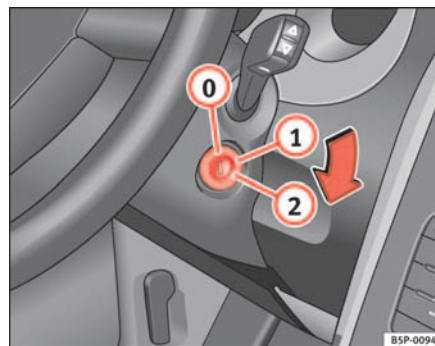

Fig. 131 Posiciones de la llave de contacto
En esta posición ⇒ fig. 131 el encendido y el motor están desconectados pudiéndose bloquear la dirección.
- Gire la llave de contacto hasta la posición ⇒ **página 170, fig. 131 ①**. El testigo  se encenderá en caso de precalentamiento del motor.
- En cuanto se apague el testigo, gire la llave de encendido a la posición **②** para poner en marcha el motor y no pise el acelerador.
- Gire la llave de contacto a la posición ⇒ página 170, fig. 131 .